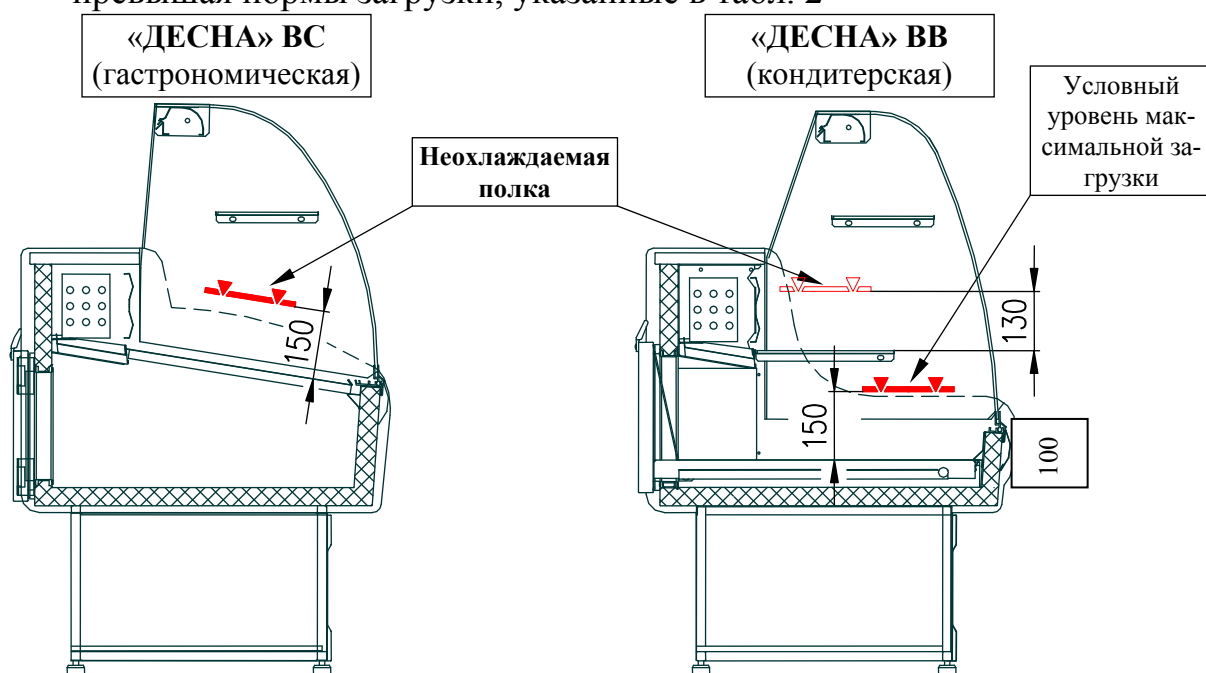

Рис. 3. Загрузка витрины продуктами
- Проверить правильность расположения продуктов в витрине, согласно разд. 3.5 и рис. 3.